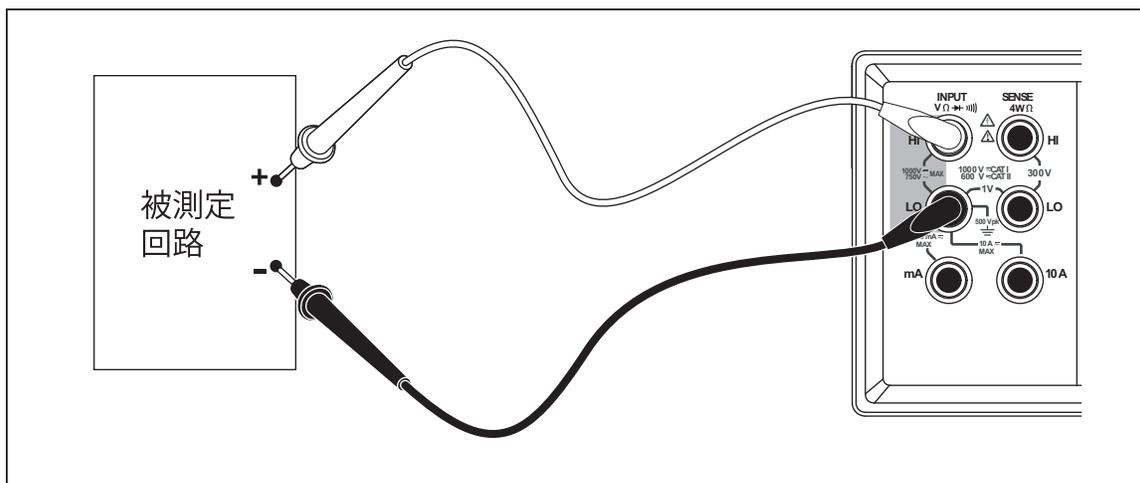

図 3-4. 電圧と周波数の測定
1. 図3-4に示すように本器と被測定回路をテスト・リードで接続します。